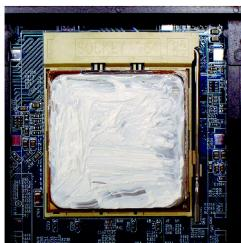

図3.
- ステップ 1-2. プロセッサをソケットにインストールする際、ヒートシンクのインストールに先だってプロセッサにサーマルペーストを(図3参照)塗布してください。相変化材料ではヒートシンクとプロセッサ間に強力な接着作用を生じます。この状態でヒートシンクを外すと、ソケットレバーをロック解除位置にしないままプロセッサも共に外れ、プロセッサのピンやソケット接点部に損傷を与えてしまいます。